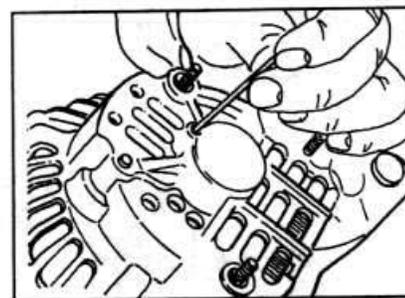

Рис. 5А.19. Использование проволоки для удержания щеток в отмеченном положении при установке ротора на генераторе Mitsubishi.
- Установка производится в последовательности, обратной снятию. При установке ротора генератора оттяните через отверстие в задней крышке щетки генератора от рабочего положения (см. рис. 5А.19). После установки ротора освободите щетки.